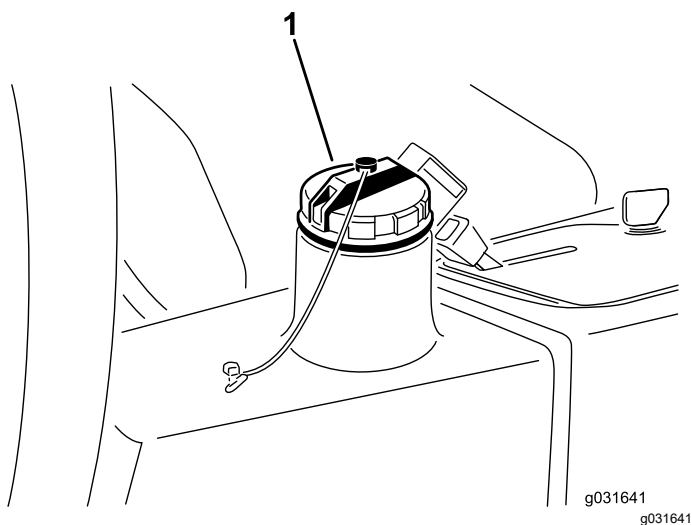

Figura 66
4. Umplei rezervorul (Figura 66) cu aproximativ 13,2 l de ulei hidraulic; consultai Specificaiile uleiului hidraulic \(Pagină 54\) i Verificarea nivelului de ulei hidraulic \(Pagină 55\).